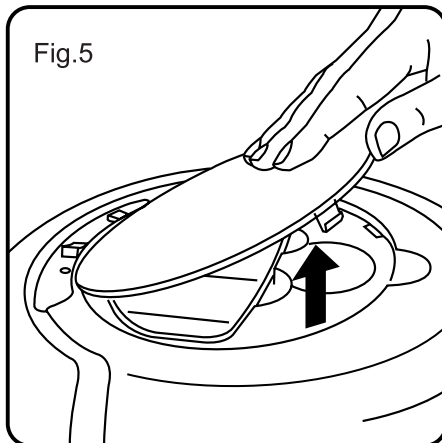

Fig.4a
- Introducir los bordes de la gamuza en las bridas de anclaje de la base para la gamuza. (Fig. 4a)